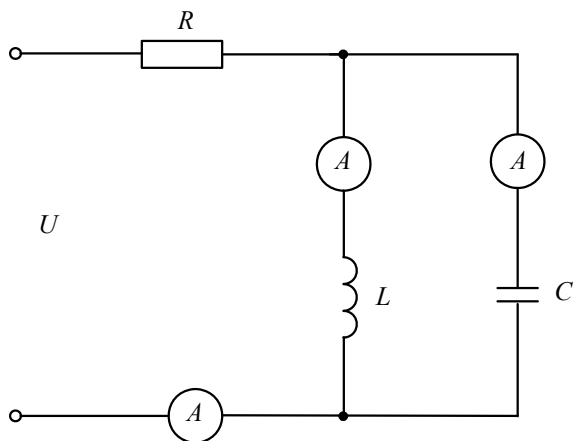

Рисунок 41
*Задача 36.* К зажимам цепи (рис. 41) приложено периодическое несинусоидальное напряжение  $U = 6 + \sqrt{2} \cdot 100 \sin(\omega t - 15^\circ) + \sqrt{2} \cdot 25 \sin(3\omega t - 30^\circ)$ . Активное сопротивление в неразветвленной части цепи равно  $R = 4$  Ом. При основной угловой частоте  $\omega$  индуктивное сопротивление  $x_L = 1$  Ом, а емкостное  $x_C = 9$  Ом.